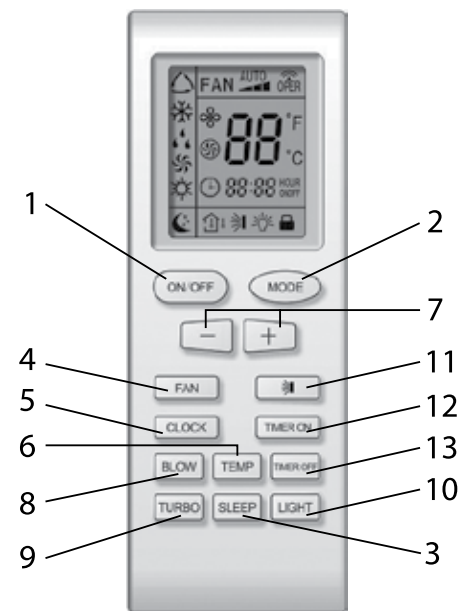

Рис. 5.1
## 5.1 Пульт управления (Рис. 5.1)
- Для управления кондиционера применяется беспроводной инфракрасный дистанционный пульт (рис. 5.1).
- Комментарии к рис. 5.1 см. таблицу 5.1.